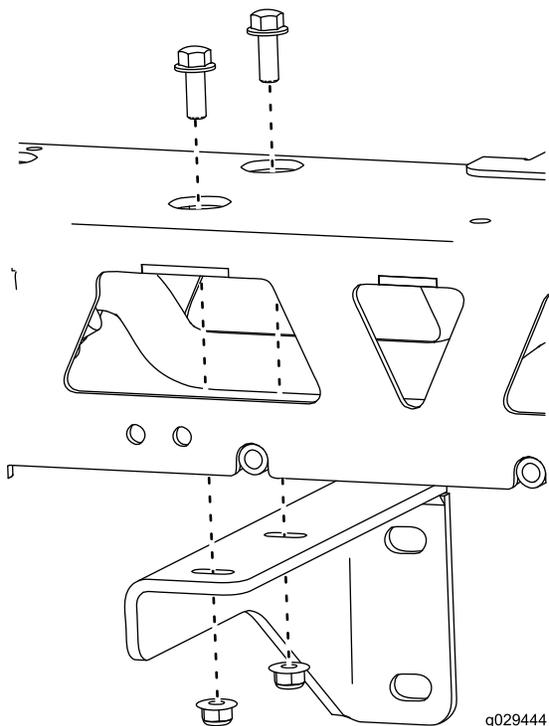

図 9
7. ブームアセンブリを外した状態で、取り付けブラケット2つを取り外す 図 9。